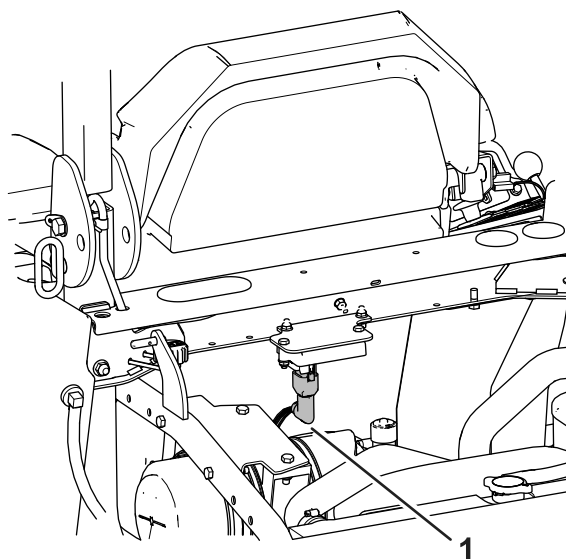

図 4
8. センサーに 90° コネクタを接続する 図 4 と 図 8。